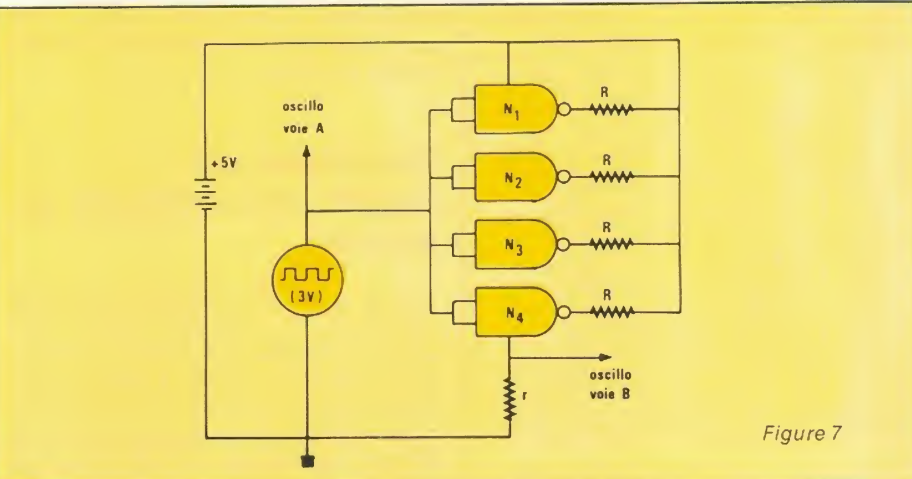

Figure 7
- Au moment de chaque commutation, pendant un temps très court mais non nul, on constate une conduction simultanée des deux transistors. Cela revient à dire que les interrupteurs K_1 et K_2 du schéma équivalent sont simultanément fermés, et que l'intensité du courant traversant l'ensemble n'est limitée que par la résistance $2 R_{DS\ ON}$. On peut facilement mettre en évidence ce phénomène grâce au montage expérimental de la figure 7, utilisant en parallèle les quatre portes NAND d'un circuit 4011. Les entrées sont commandées par un signal rectangulaire, et le courant total du 4011 traverse la faible résistance r , insérée dans la connexion de masse. Aux bornes de cette dernière, l'oscillos-